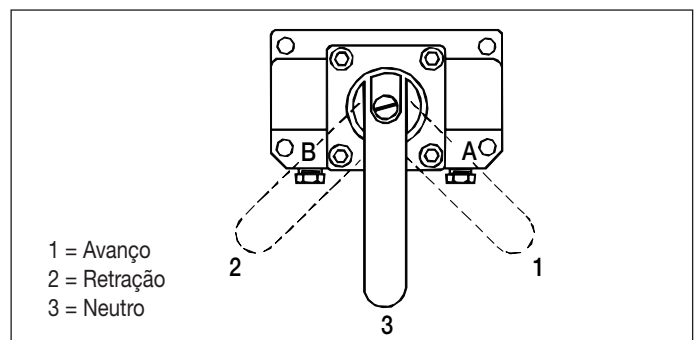

Figura 26: Posições de Válvula Manual
4. Gire a alavanca da válvula de controle para a posição neutra ("3"). Consulte a Figura 26 para as posições das válvulas VM33 e VM43.